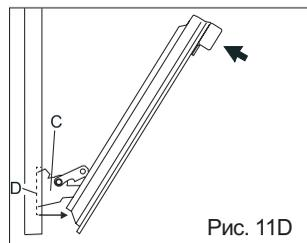

Рис. 11D
- 5) Обеими руками слегка толкните дверцу духового шкафа внутрь, чтобы дверные крюки “С” вышли из пазов “D” (см. рис. 11D) и потяните дверцу на себя, пока не вытащите ее из духового шкафа.